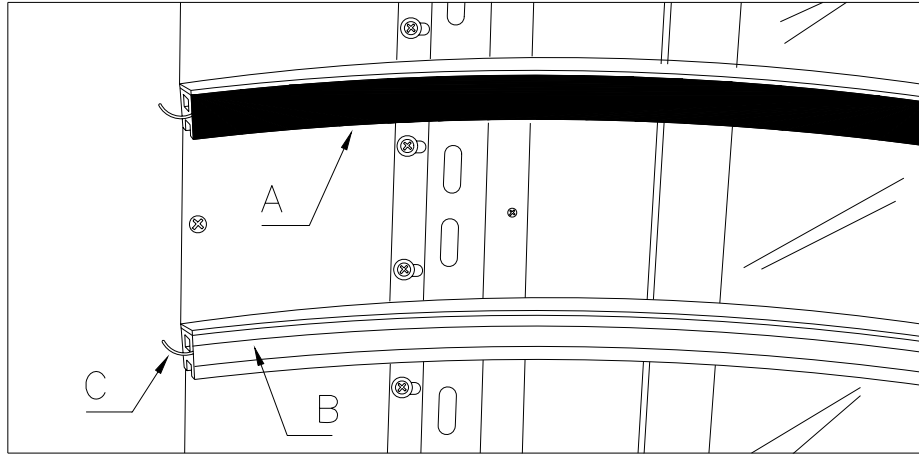

ABB. 17
2. Den Isolierungsstreifen A ABB. 17 entfernen.
3. Den Verzeher B ABB. 17 herausziehen, indem das Ende eines Schraubenziehers verwendet wird.
4. Den Widerstand C ABB. 17 entfernen, aus der Öffnung herausziehen und Elektrik trennen.